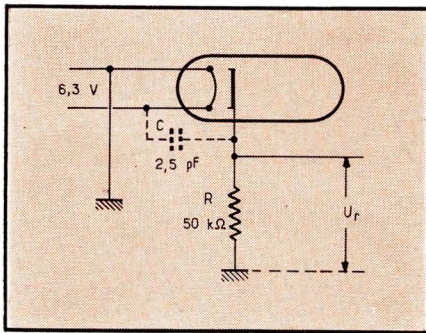

Fig. 3. — Schéma sommaire d'un étage à sortie cathodique, mettant en évidence la capacité cathode-filament.
**P 31.** — Le schéma équivalent du montage peut être représenté par le croquis de la figure 3. On peut donc considérer que la capacité filament-cathode  $C$  et la résis-